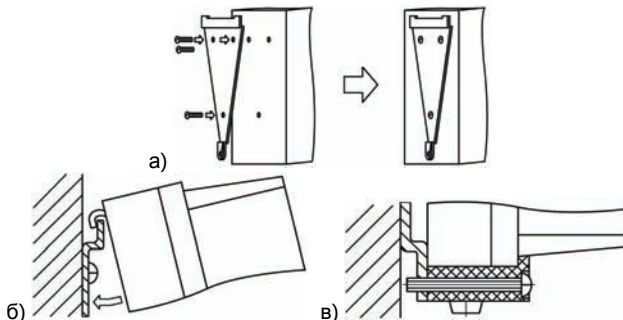

Рисунок 26 – Монтаж прибора настенного исполнения
1) Закрепить кронштейн тремя винтами M4×20 на поверхности, предназначенной для установки прибора (см. Приложение А и рисунок 26, а).
2) Зацепить крепежный уголок на задней стенке прибора за верхнюю кромку кронштейна (рисунок 26, б).
3) Прикрепить прибор к кронштейну винтом M4×35 из комплекта поставки (рисунок 26, в).